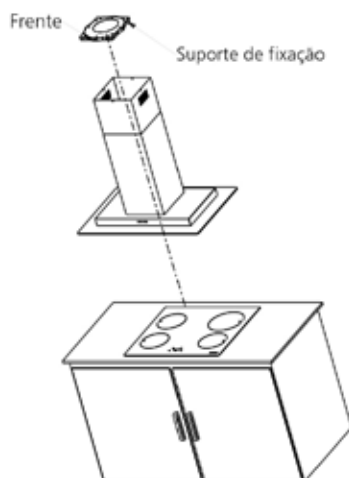

Fig. 12
- Marcar o centro da mesa do cooktop ou fogão (fig. 12).
- Com o auxílio de um prumo centralizar a linha de centro da coifa (centro do suporte de fixação) com o centro do cooktop ou fogão (fig. 12).